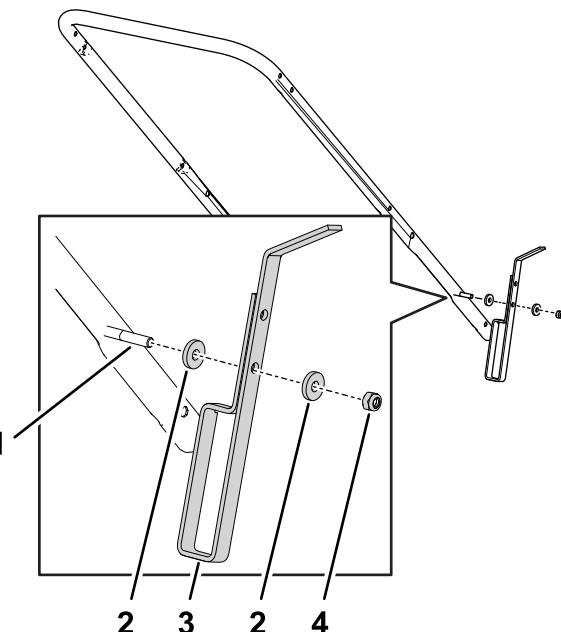

Figure 4
2. Alignez le trou dans la cale au pied et le trou dans la partie inférieure du guidon (Figure 4).